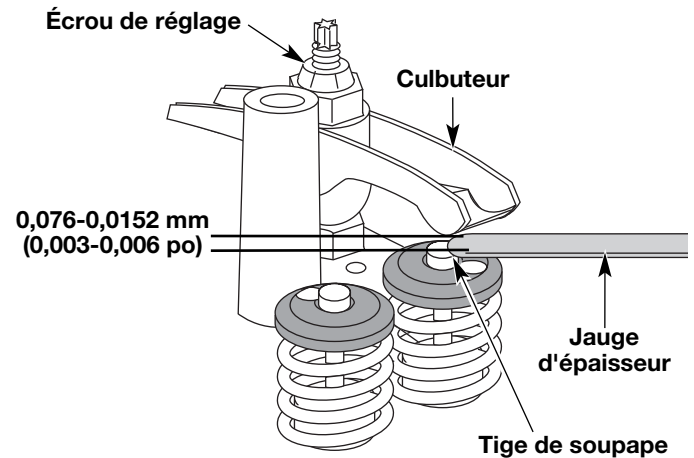

Fig. 44
- a. Tournez l'écrou de réglage à l'aide d'une clé de 8 mm (5/16 po) ou d'un tournevis à embout hexagonal (Fig. 44).